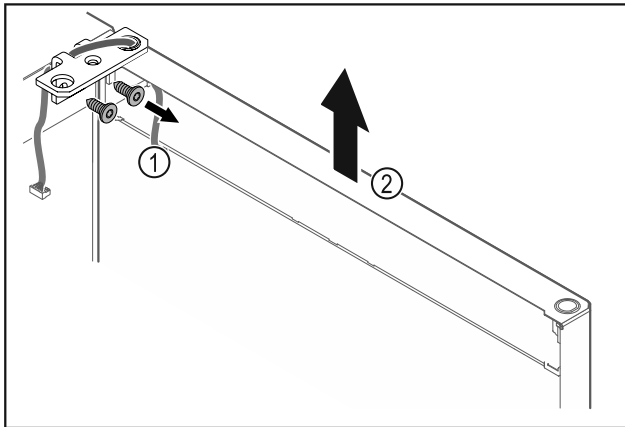

Fig. 18
- ▶ Atsukite šarnyrinį kamputį Fig. 18 (1).
- ▶ Duris, įsk. šarnyrinį kamputį Fig. 18 (2), pakelkite maždaug 200 mm tiesiai į viršų ir nuimkite.